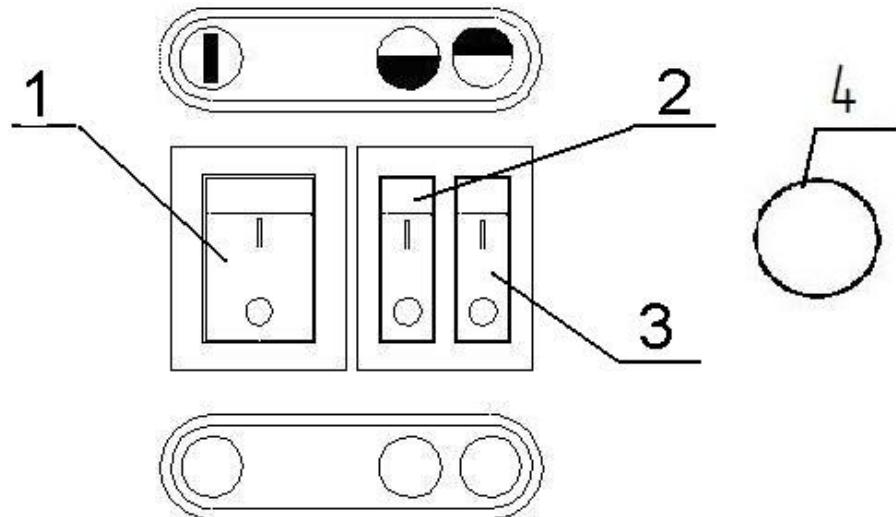
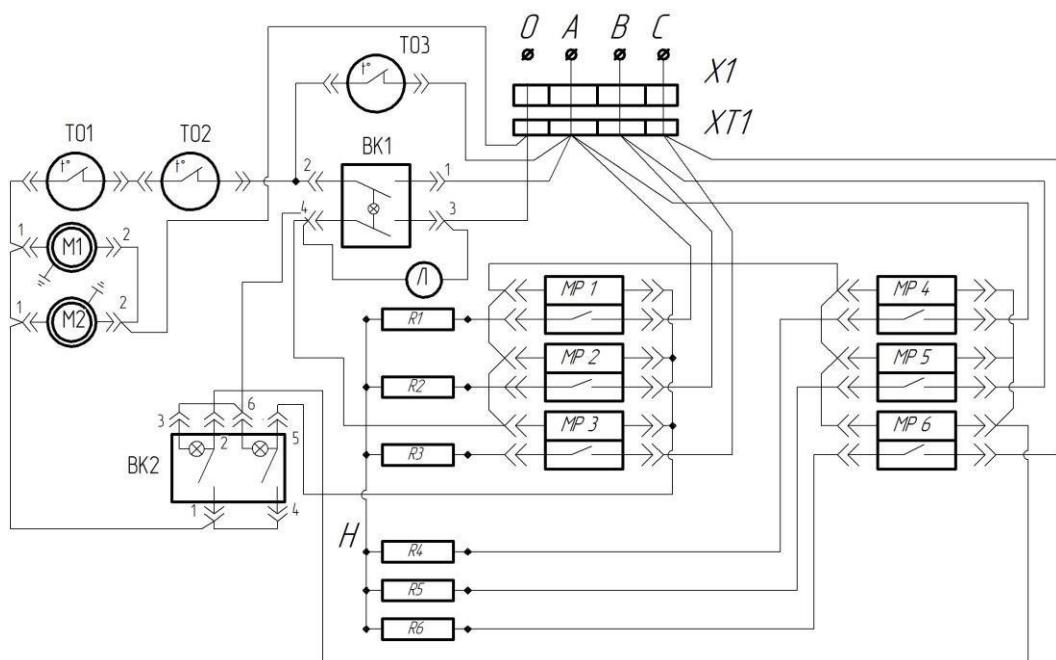

Рис. 1 Клавиши управления.
Рис.2 Схема электрическая принципиальная ТЗ-6, ТЗ-9.
Схема электрическая принципиальная приведена на рис.2. Положение клавиш управления на рис.1.
7.1.1. Для включения режима воздушной завесы необходимо: включить клавишу сетевого выключателя (поз.1, рис.1) в положении 1, при этом включаются вентиляторы и загорается подсветка клавиши, создается режим «воздушный занавес».
7.2.1. Для подогрева воздуха в режиме 1 установить клавишу позиции 2 (рис 1) в положение «», при этом загорится лампочка подсветки клавиши и включатся три нагревателя мощностью 3 кВт (T3-6) и 4,5 кВт (T3-9). Для работы в режиме 2 установить клавиши 2 и 3 (рис.1) в положение “” и “” при этом горит подсветка всех клавиш и завеса работает с полной мощностью 6 кВт (T36) и 9 кВт (T3-9).